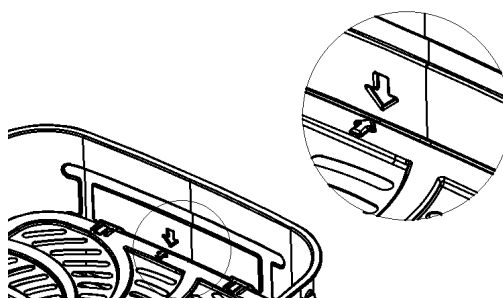

Рисунок 3
8. Если решетку необходимо использовать на втором уровне, стрелки на решетке должны соответствовать стрелкам на чаше (Рисунок 3).